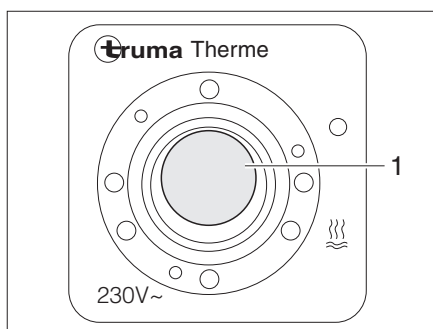

Bild 122 Brytare för varmvattenaggregat
Med brytaren (Bild 122) aktiveras eldrift. Kontrollampan (Bild 122,1) på brytaren måste lysa.
- Slå på brytaren (Bild 122). Kontrollampan (Bild 122,1) på brytaren lyser.
- Slå från brytaren (Bild 122). Kontrollampan (Bild 122,1) på brytaren slocknar.
- Slå från brytaren (Bild 122). Kontrollampan (Bild 122,1) på brytaren lyser inte.